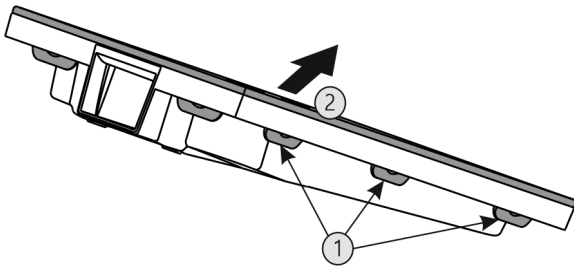

Fig. 39
- ▶ Alle lippen Fig. 39 (1) achtereenvolgens indrukken en de afdekking Fig. 39 (2) verwijderen.